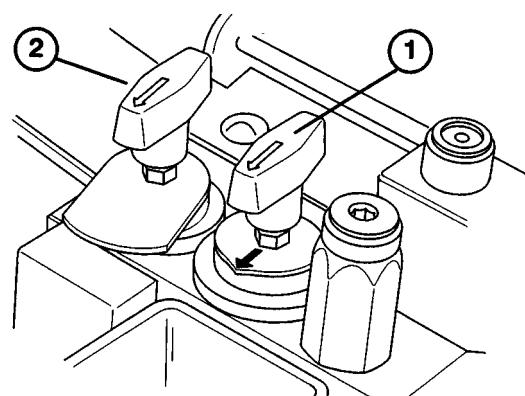

図12
**リール速度コントロール（図12）**
**バックラップ コントロール（図12）**